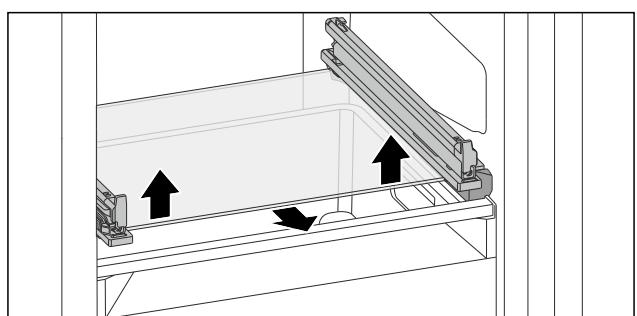

Fig. 73 Glasplatte des abkippbaren Schubfachs
- Glasplatte von unten beidseitig nach oben drücken. (siehe Fig. 73)